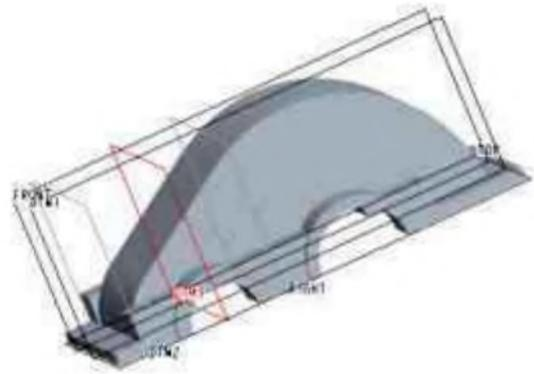

图 2- 13
2) 用同样的方法创建过另一圆柱轴线的基准平面 DTM2，两个基准平面创建后，如图 2- 14 所示。